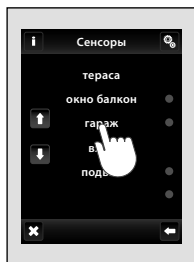

рис. 174
- путем соединения с многофункциональным коммутирующим приемником, можно автоматически управлять приемником, на основе импульса сенсора. Сенсор присоединяется к приемнику следующим образом (рис. 174—177):